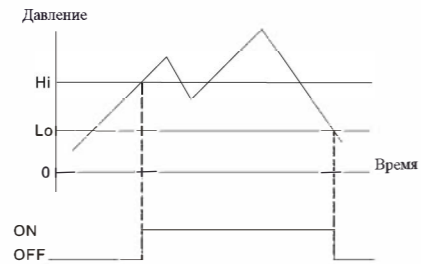

Рис. 2: Гистерезисный режим работы выхода
- Гистерезисный режим.** При заданных порогах давления Hi/Lo, когда измеренное давление превысит значение верхнего порога (Hi), выход включится, а когда давление станет меньше значения нижнего порога (Lo), выход выключится. (См. рис.2.)